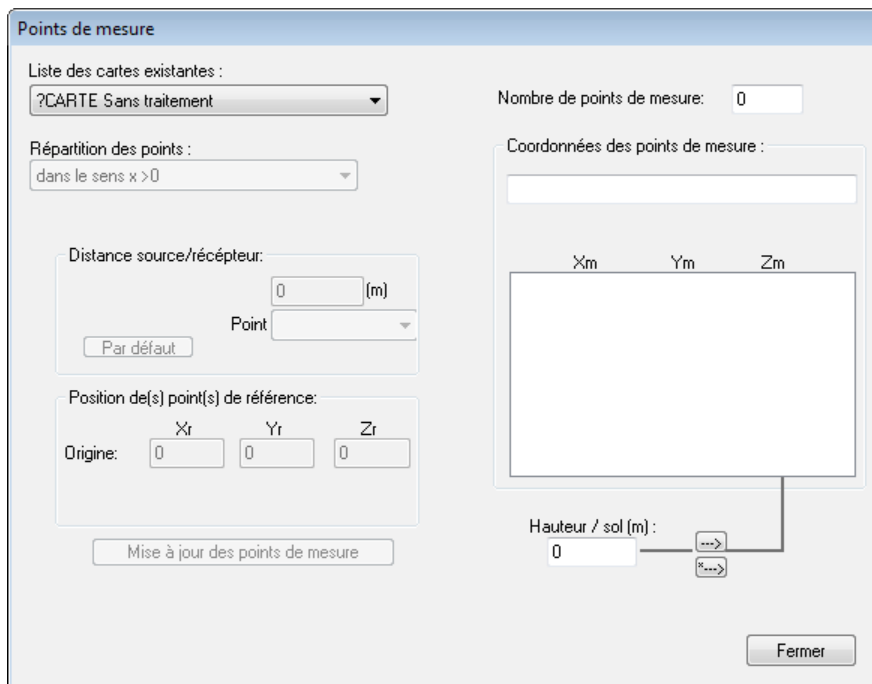

figure 38:
- « **Points réception suppl** » ouvre la fenêtre suivante (figure 38) :